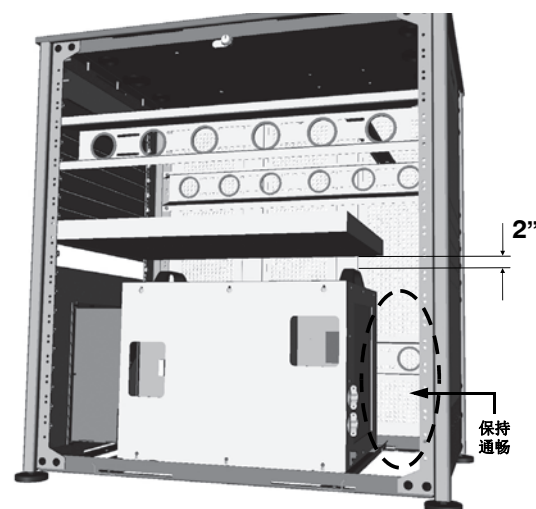

图 2-4
- g. 将气流管道直接置于 LPS 后面，以便将空气排到支架外面。**当心！**不要在灯泡电源前面安装任何组件，以免妨碍气流循环。请参阅图 2-4。
- j. 在支架上安装其他组件时，请在 LPS 把手上方至少留出 2 英寸的空间，以方便操作。请参阅图 2-4。